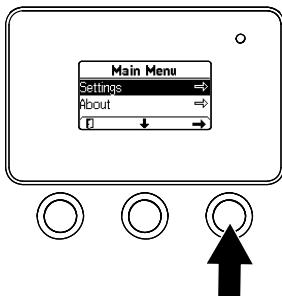

Figura 24
1. En el MENÚ PRINCIPAL, utilice el botón central para desplazarse hacia abajo al menú CONFIGURACIÓN y pulse el botón derecho (Figura 24).